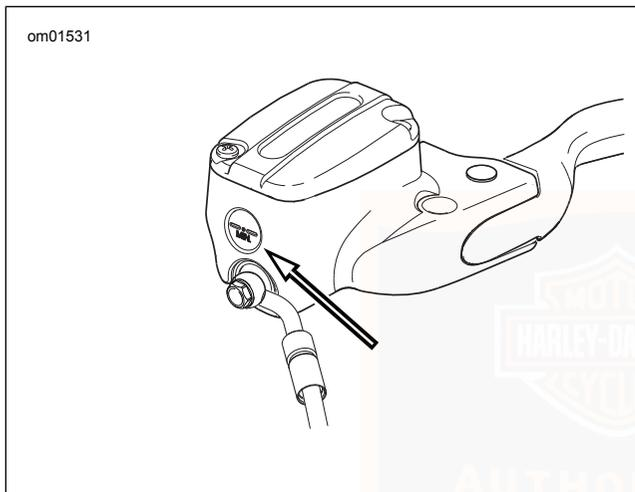

Abbildung 32. Kupplungsbehälterschauglas
2. Siehe Abbildung 32. Durch das Behälterschauglas (1) prüfen, ob der Flüssigkeitsstand bei oder über der Min.-Linie ist. Wenn der Flüssigkeitsstand niedrig ist, mit dem nächsten Schritt fortfahren.